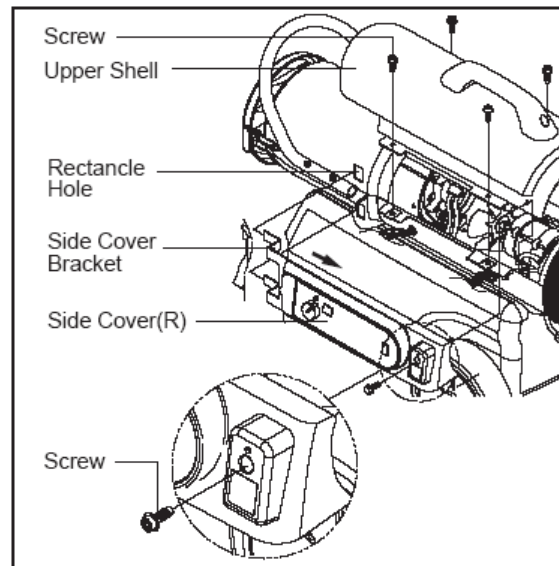

Fig. 13. Aftagning af øvre kabinet
- Fjern skruen, der holder sidekabinettet fast, som vist på Fig. 13.
- Skub i pilens retning og træk sidekabinettets beslag ud af det rektangulære hul og løft sidekabinet (R) af.
- Sidekabinet (L) modsat sidekabinet (R) aftages på samme måde. (Gælder kun for modellerne KFA-125TDGP/170TDGP.)
- Fjern de fire skruer langs begge sider af varmekanonen ved hjælp af skruetrækkeren. Disse skruer holder det øvre bageste kabinet og det nedre kabinet sammen. (se Fig. 13) (Gælder kun modellen KFA-70TDGP.)
- Fjern det øvre kabinet (se Fig. 13).